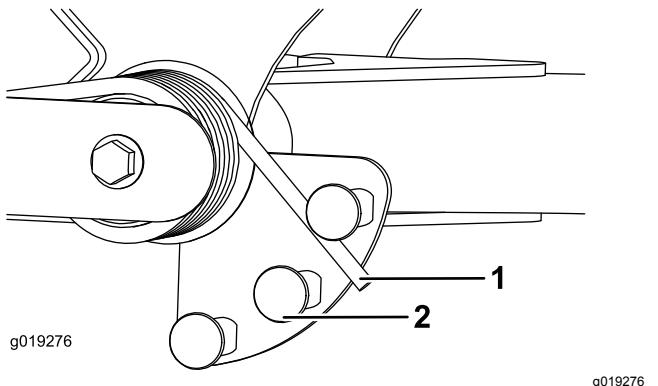

Figura 53
2. Inserite un tubo o un oggetto similare sull'estremità della molla lunga e giratelo attorno all'attuatore della molla nella posizione desiderata (Figura 53).